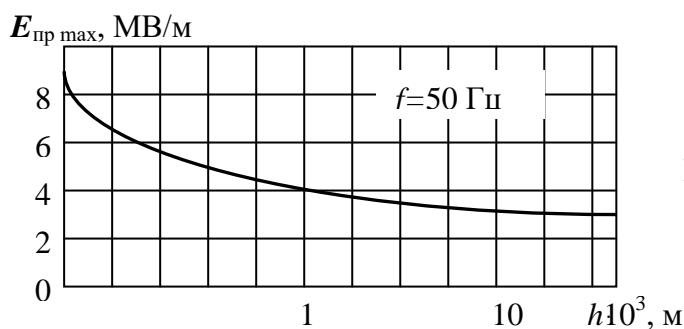

Рис. 3
**Задача 18.** Высоковольтный керамический конденсатор с воздушными порами диаметром до 200 мкм используется при постоянном напряжении. Определить напряжение начала ионизации газовых пор этого конденсатора, принимая во внимание приведенную на рис. 3 зависимость электрической прочности воздуха от расстояния между электродами.